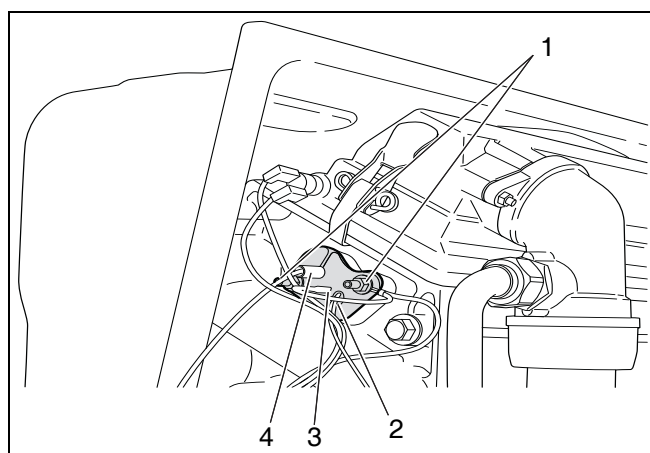

Abb. 40 Ionisationselektrode und Glühzünder ausbauen
- Befestigungsmuttern lösen (Abb. 40, Pos. 1).
- Erdungskabel abziehen (Abb. 40, Pos. 3).
- Glühzünder (Abb. 40, Pos. 2) und Ionisationselektrode (Abb. 40, Pos. 4) aus dem Brenner herausziehen.